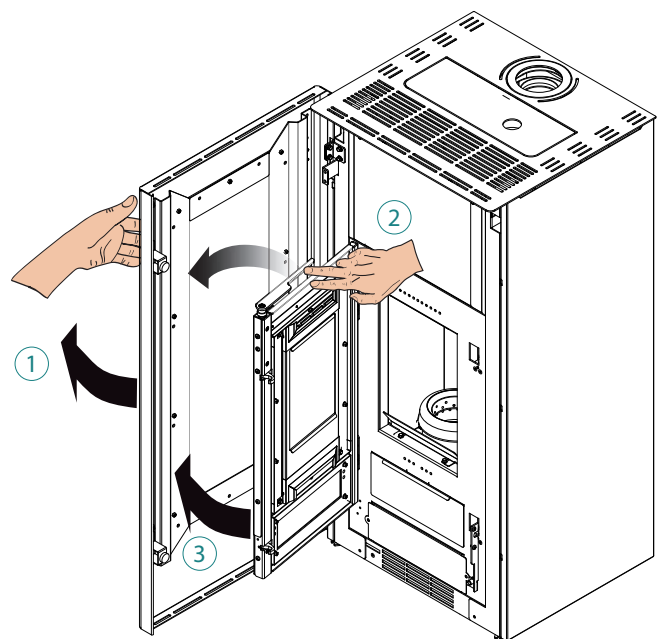

fig. 6
A l'aide d'un chiffon humide ou de papier humide passé dans les cendres (fig. 6).
1) Ouvrez la porte (Fig. 6)